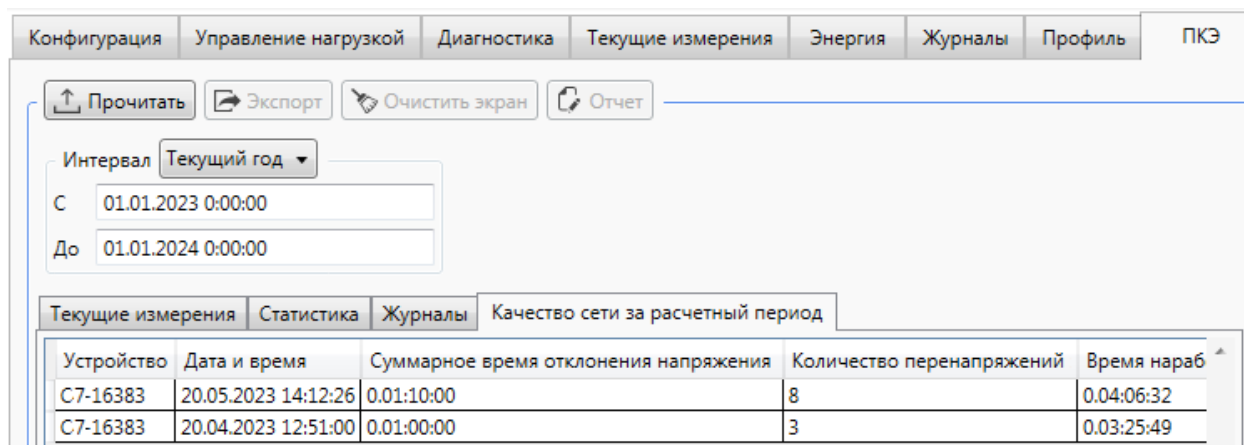

Рисунок 9.46 – Просмотр журнала качества сети за расчетный период
9.7.6.10 Для просмотра журнала качества сети за расчетный период необходимо перейти на вкладку *ПКЭ* области параметров программы КОНФИГУРАТОР и затем на вкладку *Качество сети за расчетный период* (рисунок 9.46).